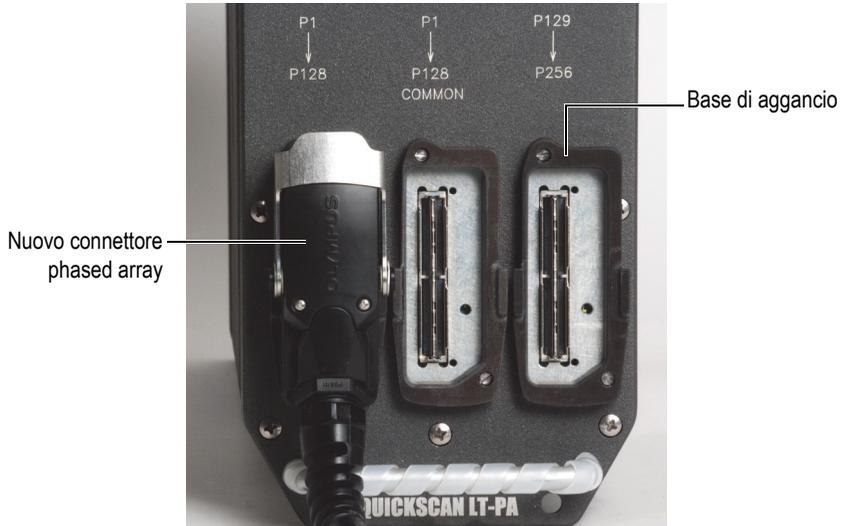

Figura A-1 Phased array - Nuovo connettore PA
Evident sta sviluppando un nuovo tipo di connettore phased array (PA). Questo connettore offre una resistenza all'acqua con grado di protezione IP66 ed è più semplice da connettere e disconnettere (vedi Figura A-1 alla pagina 77).